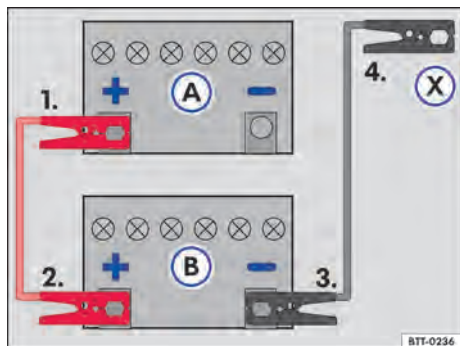

Fig. 196 Esquema para a conexão dos cabos auxiliares de partida: bateria do veículo descarregada (A) e bateria do veículo fornecedora de corrente (B).
Legenda para → Fig. 196:
Conectar o cabo auxiliar de partida somente na sequência 1 – 2 – 3 – 4 → Fig. 196.
- Conectar uma extremidade do cabo auxiliar de partida *vermelho* ao polo positivo (+) do veículo com a bateria do veículo descarregada → Fig. 196 (A) → .
- Conectar a outra extremidade do cabo auxiliar de partida *vermelho* ao polo positivo (+) do veículo fornecedor de corrente (B).
- Conectar uma extremidade do cabo auxiliar de partida *preto* ao polo negativo da bateria do veículo fornecedor de corrente (B).
- Conectar a outra extremidade do cabo auxiliar de partida *preto* (X) no veículo com a bateria descarregada no ponto de auxílio à partida (ponto de aterramento) ou em uma peça de metal maciça parafusada firmemente no bloco do motor - porém não nas proximidades da bateria (A) → .